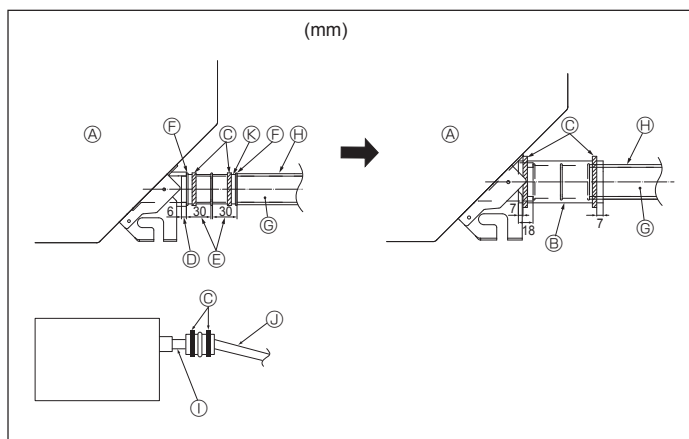

Fig. 5-2
1. Podłączyć gniazdo spustowe (dostarczone z urządzeniem) do portu spustowego (Fig. 5-2). (Przymocować rurę, używając taśmy klejącej PCW, po czym zabezpieczyć za pomocą obejm).